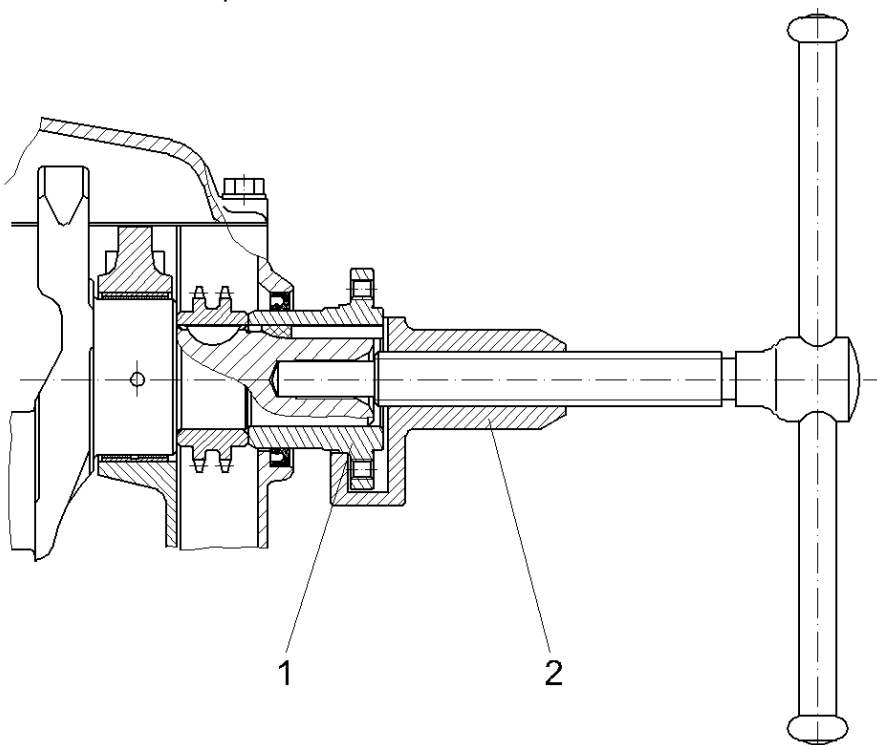

Abb. 68. Ausbau der Kurbelwellen-Riemenscheibennabe:
- mit einem speziellen Abzieher 2 (Abb. 68) die Nabe 1 der Riemenscheibe entfernen Kurbelwelle von Kurbelwelle;